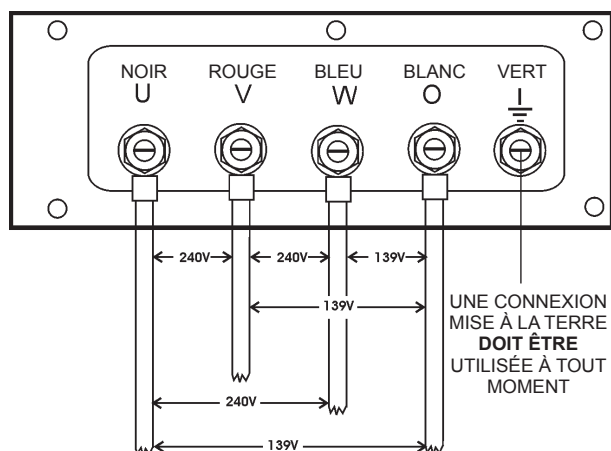

Figure 20. Cosses de sortie UVWO
2. Connecter les fils de charge aux bornes UVWO comme indiqué dans la Figure 20.